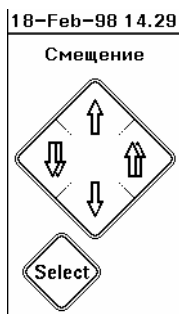

Рис. 44 Кнопки управления курсором в режиме вертикального смещения
- 5 Выберите во всплывающем меню пункт [ВИД]. Затем выберите пункт <УСТАНОВИТЬ ВЕРТ. СМЕЩЕНИЕ>. Кнопки управления курсором поменяют свой вид (см. Рис. 44). Кнопки ВВЕРХ и ВНИЗ будут отображены одинарными стрелками, а ВЛЕВО и ВПРАВО – двойными.